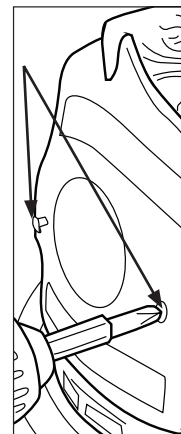

Figure 28
1. Retirez les deux vis qui maintiennent l'écusson en cuir sur l'aigle (figure 28).
- Serrez les deux vis qui fixent l'écusson en cuir à l'aigle (figure 28).